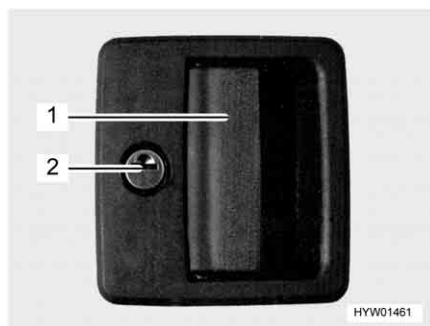

Fig. 38 Serratura della porta di ingresso, lato esterno
- Inserire la chiave nel cilindro della serratura (Fig. 38,2) e ruotare fino a quando la serratura della porta si sblocca.
- Tirare la maniglia della porta (Fig. 38,1). La porta è aperta.
- Inserire la chiave nel cilindro della serratura (Fig. 38,2) e ruotare fino a quando la serratura della porta si blocca.